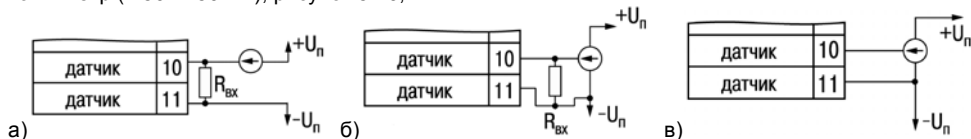

Рисунок 5.10
**Примечание.** ТРМ212 может использоваться также как вольтметр (0...1 В) или милливольтметр (– 50...+50 мВ), рисунок 5.10, в.